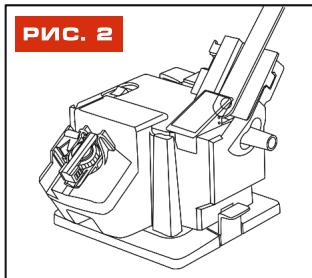

РИС. 2
2. Положите стамеску, зубило или лезвие на суппорт для лезвий. Магниты 10 (рис.1) удерживают лезвие в нужном положении. (рис.2)